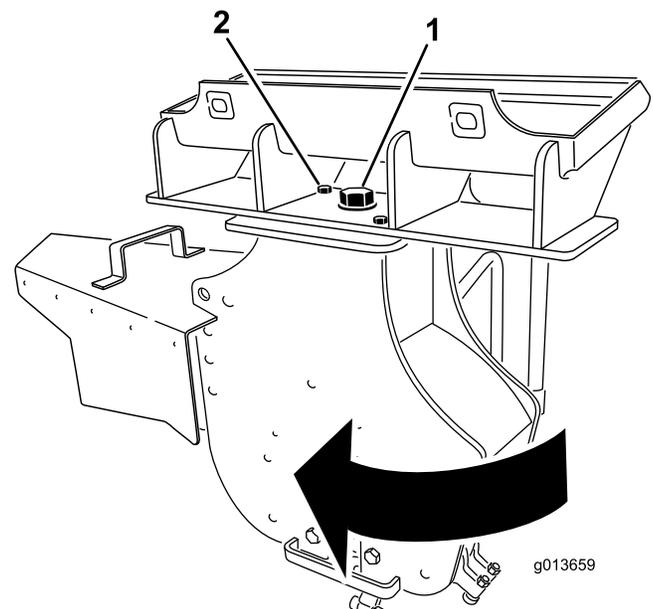

Figura 10
- Allentate il bullone grande situato sopra la trinciatrice (Figura 10).
- Rimuovete il bullone e il dado anteriori che fissano la trinciatrice (Figura 10).
5. Ruotate la trinciatrice di 30 gradi in senso orario (Figura 10).
6. Serrate il bullone grande sopra la trinciatrice a una coppia di 406 Nm (Figura 10)
7. Montate il bullone e il dado nel foro anteriore e serrateli a una coppia di 101 Nm (Figura 10).
12. Allentate il bullone grande situato sopra la trinciatrice (Figura 10).
13. Rimuovete il bullone e il dado anteriori che fissano la trinciatrice (Figura 10).
14. Ruotate la trinciatrice di 30 gradi in senso antiorario (Figura 10).
15. Serrate il bullone grande sopra la trinciatrice a una coppia di 406 Nm (Figura 10).
16. Montate il bullone e il dado nel foro anteriore e serrateli a una coppia di 101 Nm (Figura 10).